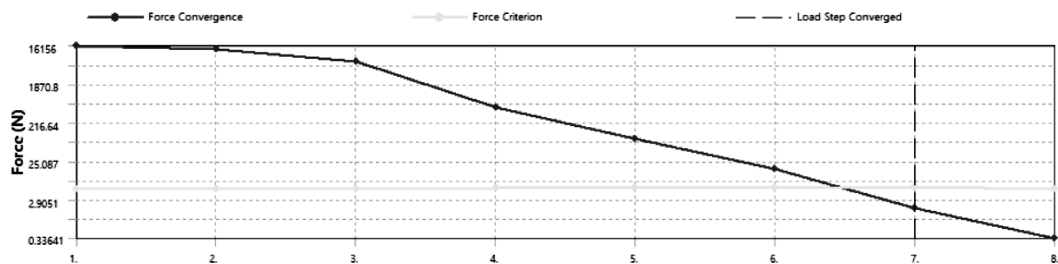

图 2-45 力收敛图
(3) 查看力收敛: 在导航树上单击【Solution Information】→【Details of “Solution Information”】→【Solution Output】= Force Convergence, 可以查看收敛曲线图, 如图 2-45 所示。